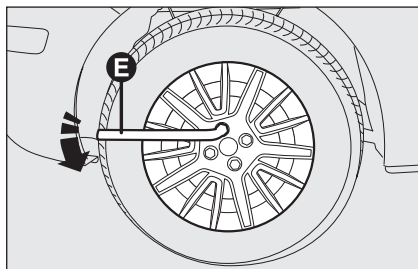

fig. 3
- ❑ desserrer d'environ un tour les boulons de fixation à l'aide de la clé fournie **E - fig. 3** ; pour les voitures équipées de jantes en alliage, secouer la voiture pour faciliter le détachement de la jante du moyeu de la roue ;